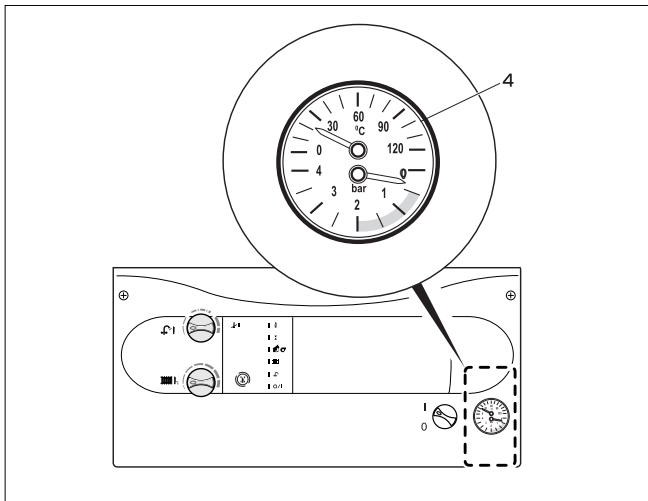

图4.4 检查系统压力
4.3.2 检查系统压力(参见图4.4)
- 在压力表 (4) 上检查系统的压力。